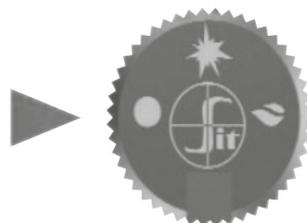

Рисунок 13
10. Поверните ручку управления в положение «Выключено» для прекращения работы изделия (Рисунок 13).